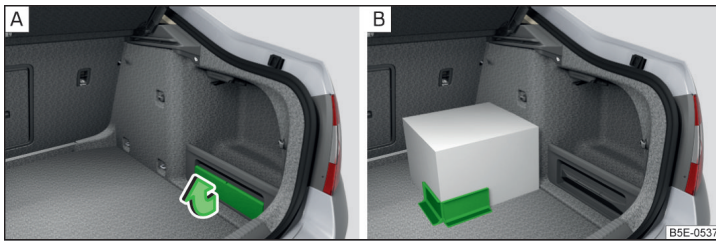

Abb. 137 Cargo-Element herausnehmen / Befestigungsbeispiel der Ladung
- Vor dem Gebrauch das Cargo-Element in Pfeilrichtung herausnehmen » Abb. 137 - [A].
- Die Ladung mittels des Cargo-Elements möglichst in der Nähe der Rücksitze befestigen » Abb. 137 - [B].